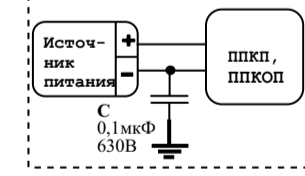

Рисунок 3
**ВНИМАНИЕ!!! В ЦЕЛЯХ ПОВЫШЕНИЯ ПОМЕХОУСТОЙЧИВОСТИ СИСТЕМЫ ПОЖАРНО-ОХРАНОЙ СИГНАЛИЗАЦИИ МИНУСОВОЙ ПРОВОД ИСТОЧНИКА ПИТАНИЯ ППКП (ПКПОП) РЕКОМЕНДУЕТСЯ ЗАЗЕМЛЯТЬ ЧЕРЕЗ НЕПОЛЯРНЫЙ КОНДЕНСАТОР ЕМКОСТЬЮ 0,1 – 0,47 МКФ X 400 В (ИЛИ БОЛЕЕ). НАПРИМЕР: К73-17, 0,1 МКФ, 630 В (рисунок 3).**